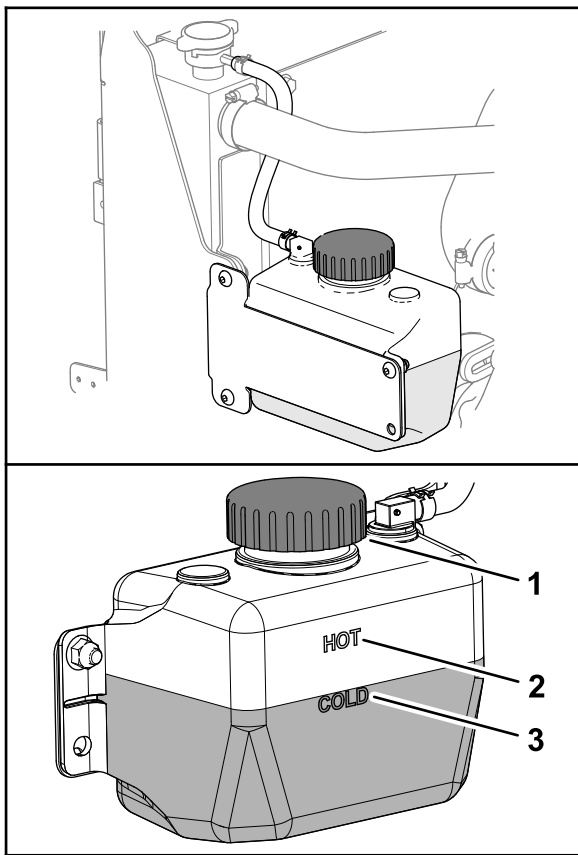

Figura 93
3. Compruebe el nivel de refrigerante en el depósito (Figura 93).